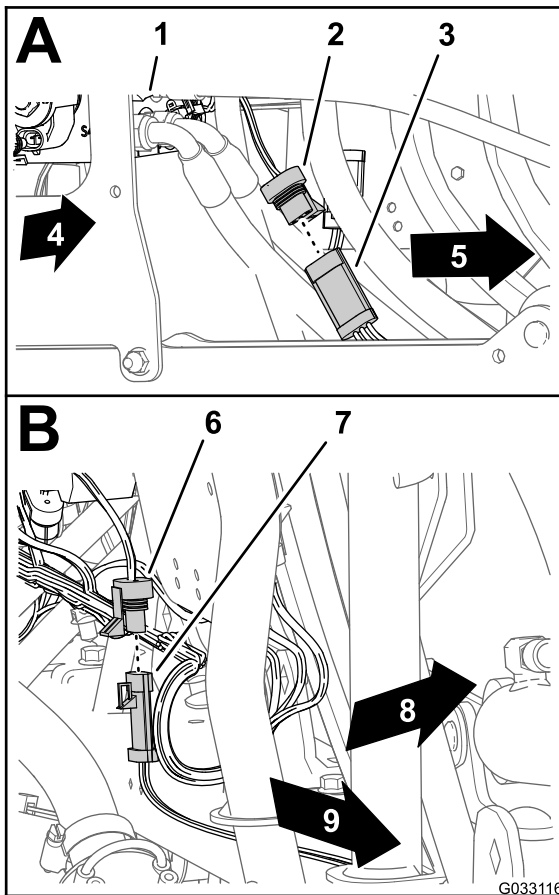

Bild 145
1. Schließen Sie den 3-Buchsen-Stecker des Kabelbaums für den Ultraschall-Ausleger am 3-Stift-Stecker des Kabels für den rechten Ultraschallsensor an (A in Bild 145).
- Schließen Sie den 3-Buchsen-Stecker des Kabelbaums für den Ultraschall-Ausleger am 3-Stift-Stecker des Kabels für den linken Ultraschallsensor an (B in Bild 145).